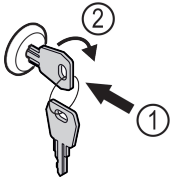

Fig. 185
- ▶ Schlüssel hineindrücken. Fig. 185 (1)
- ▶ Schlüssel um 90° im Uhrzeigersinn drehen. Fig. 185 (2)